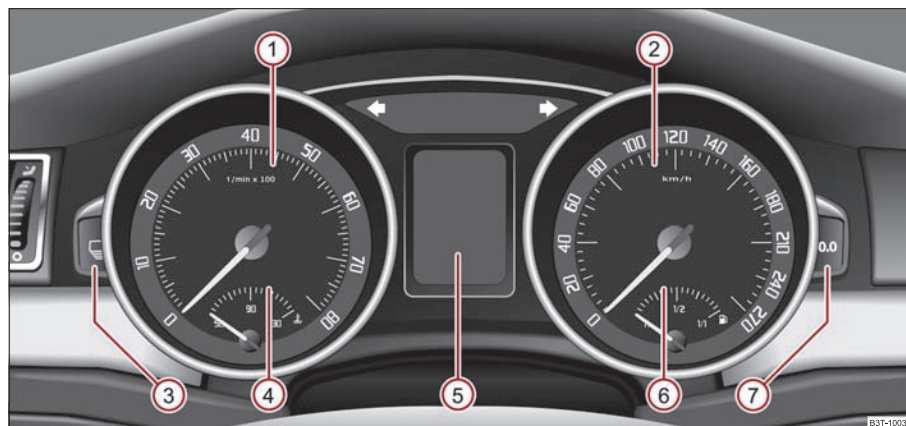

Fig. 17 Combiné d'instruments
La zone rouge du cadran du compte-tours  ⇒ page 17, fig. 17 représente la zone dans laquelle le calculateur du moteur commence à limiter le régime moteur. Le calculateur du moteur limite le régime moteur à des valeurs limites sûres.
L'indicateur de température du liquide de refroidissement  ⇒ page 17, fig. 17 ne fonctionne que si le contact est mis.
La jauge de carburant (6) ⇒ page 17, fig. 17 ne fonctionne que si le contact est mis.